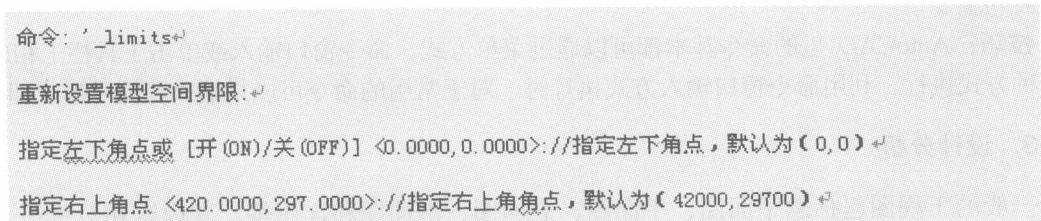

图 1-8 图形界限的设置
(1) 执行【格式】→【图形界限】菜单命令，AutoCAD 提示如图 1-8 所示。